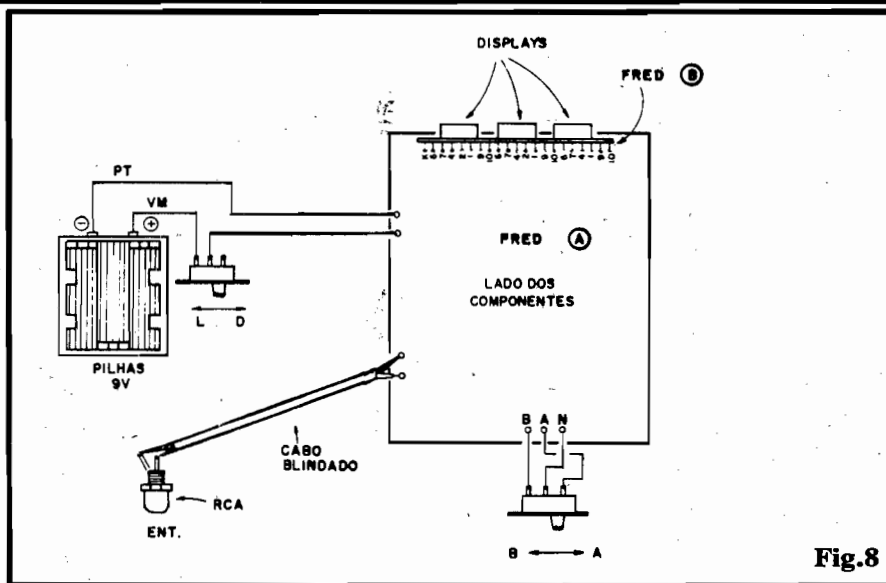

Fig. 8
- **FIG. 8 - CONEXÕES EXTERNAS** - Com as duas placas já devidamente "emendadas", restam as conexões externas, que são poucas e simples, mas ainda importantes... A figura mostra o conjunto sendo observado pelo lado dos componentes da placa A (placa B já anexada, conforme figura anterior...), enfatizando as ligações periféricas... Atenção aos seguintes pontos: polaridade da alimentação (sempre fio **vermelho** no **positivo** e fio **preto** no **negativo**, lembrem-se...?), conexões aos terminais da chave de faixas (a posição "B" é para a faixa mais "baixa" de Frequências, e a posição "A" para a faixa mais "alta"...) e - finalmente - as ligações com cabo blindado ao jaque RCA